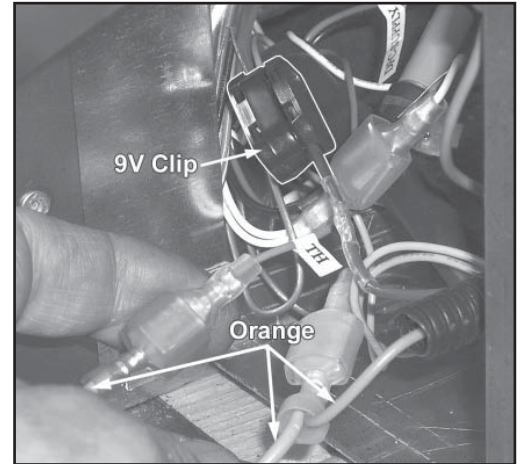

Figure 14: **Déconnexion** des fils TH et connexions des fils oranges.
c) Déconnectez les fils TH sous la valve et branchez les deux (2) fils oranges Disconnect the TH wires from, comme montré à la figure 14.